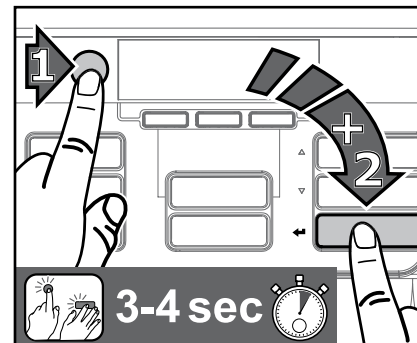

Fig. 24
1. Appuyez d'abord sur le bouton d'ARRÊT, puis sur la touche d'entrée ← et continuez d'appuyer sur les deux touches simultanément durant 3 à 4 secondes pour accéder au mode de nettoyage. (Fig. 24)